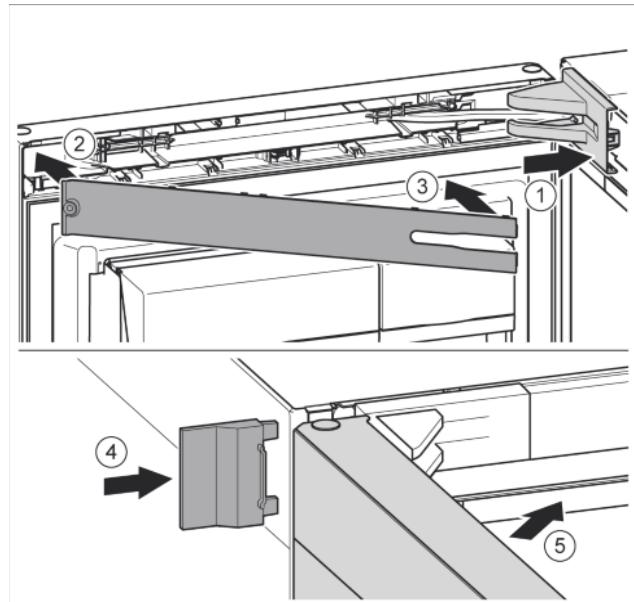

Fig. 50
- Крышку опорного кронштейна установить и зафиксировать, при необходимости, осторожно разжать. Fig. 50 (1)
- Установить накладку. Fig. 50 (2)
- Наклонить и защелкнуть накладку. Fig. 50 (3)
- Надвинуть внешнюю крышку. Fig. 50 (4)
- Закрыть верхнюю дверь. Fig. 50 (5)